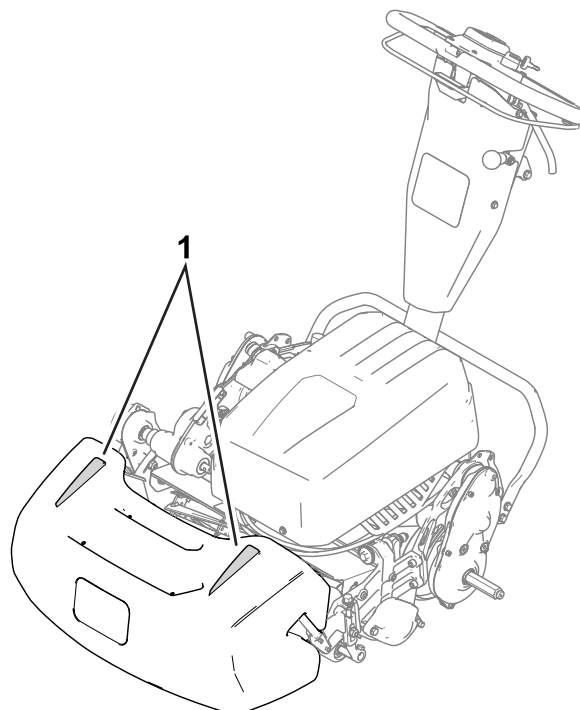

图 20
- 为帮助剪草机保持在果岭上的直线操作且和上一道剪草边缘的距离保持均衡应使用集草斗上的对准条图 20。